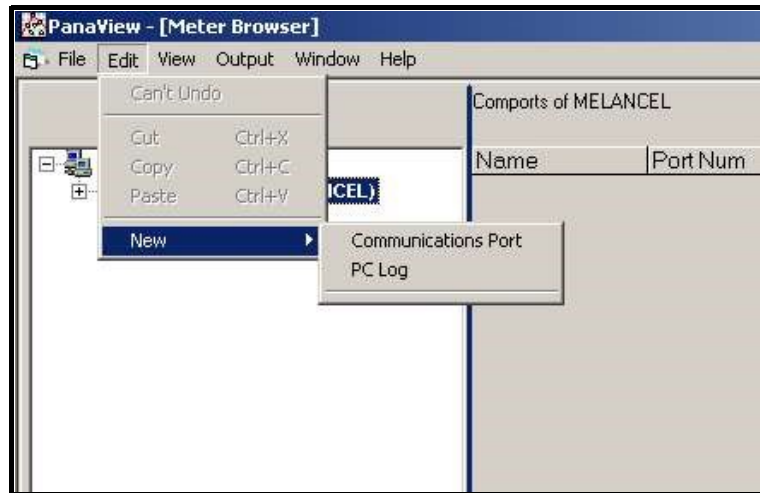

Figura 32: Menú de edición
4. Haga clic en la opción de menú *Nuevo* para seleccionarla, y se abrirá un submenú con dos opciones (ver *Figura 32* abajo).